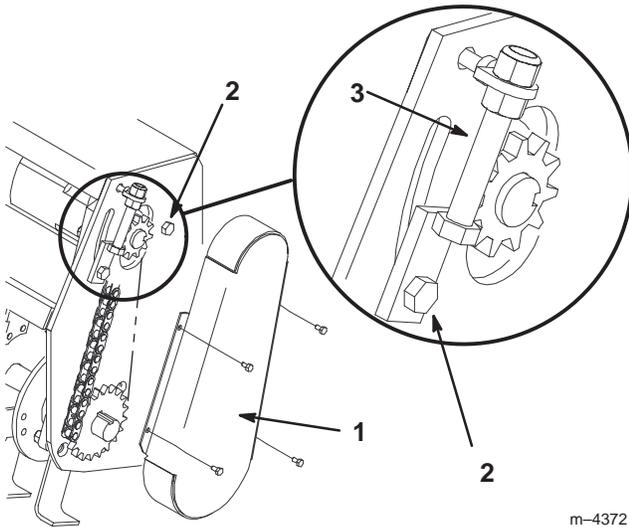

Figure 2
2. Déposer le carter de chaîne de transmission (Fig. 2).
3. Desserrer les 2 boulons de fixation du moteur hydraulique à la plaque de montage (Fig. 2).
4. A l'aide du boulon de réglage, déplacer le moteur hydraulique vers le haut pour tendre la chaîne (Fig. 2).
5. Quand la tension de la chaîne est correcte, resserrer le boulon de réglage et les boulons de fixation du moteur hydraulique à la plaque de montage (Fig. 2).